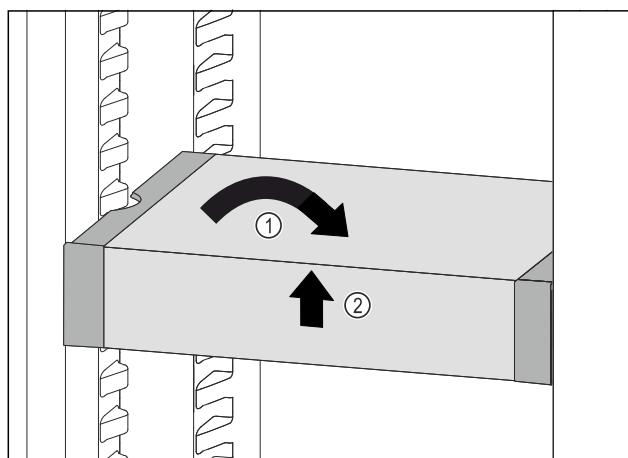

Fig. 64
- ▶ VarioSafe postavte rovno. Fig. 64 (1)
- ▶ VarioSafe nadvihnite vpred. Fig. 64 (2)